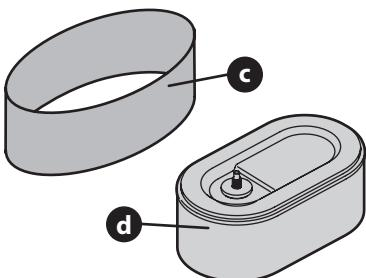

Figure 10
5. Enlevez le pré-filtre en mousse qui se trouve autour du filtre à air en papier (Figure 10). Remplacez la cartouche en papier si elle est sale ou endommagée. Nettoyez le pré-filtre en mousse ou remplacez-le s'il est endommagé.